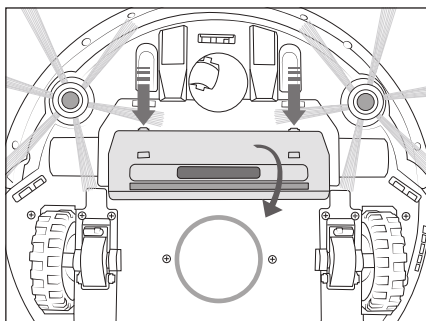

Fig. 12
- 1) Tryk på de to aktiveringsknapper for at løsne afdækningen 20 til sugeåbningen 19, og tag den af produktet (se fig. 12).